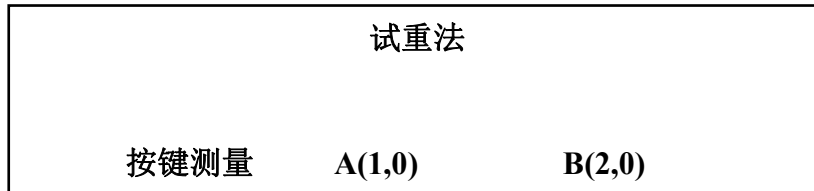
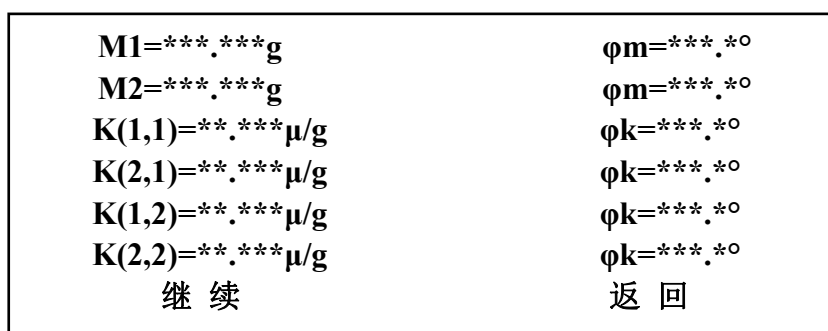

图 4-15
图 4-26
按|执行|键，屏幕显示如图 4-15。
按|执行|键，屏幕显示如图 4-26。
启动转子, 在图 4-26 中, 选择<继续>, 按|执行|键, 屏幕显示如图 4-15
(16) 按|执行|键, 屏幕显示如图 4-26, 只是剩余不平衡重量 M1、M2 的值已经明显减小。